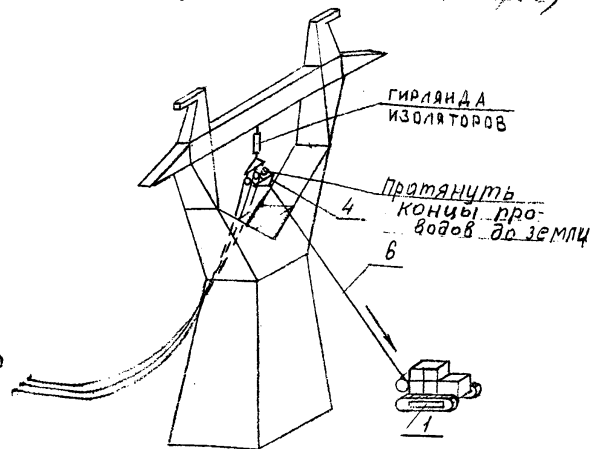

Рис. 6-2. Подъем проводов средней фазы
2.3.8. Поднять провода в раскаточных роликах с гирляндой изоляторов на опору и закрепить за траверсу опоры (рис. 6-2) «Положение I».
2.3.9. Выбрать слабинку вспомогательного троса, присоединить его к трактору и подтянуть концы проводов за раскаточное коромысло до земли (рис. 6-2) «Положение II».
2.4.4. При ~~разводке~~ гирлянды с проводами средней фазы в "очко" (операция Ia по рис. 6-2) оттягивать её от опоры вспомогательным тросом.